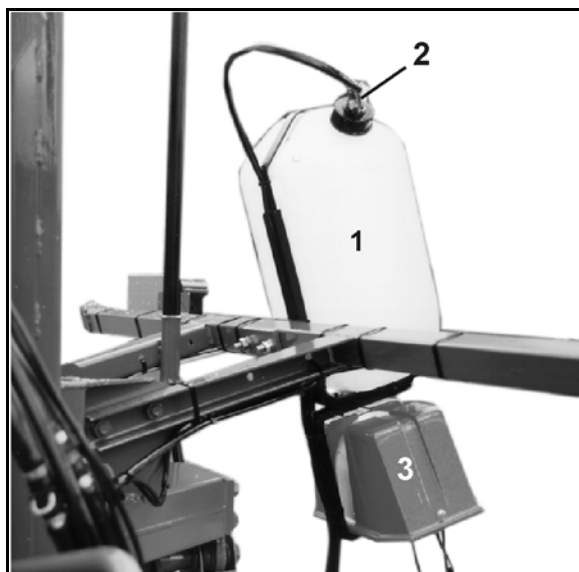

Fig. 122
- **Super-S-boom Fig. 122/...:**